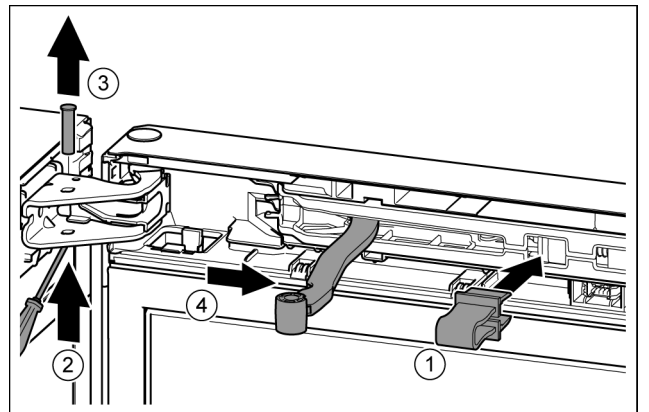

Fig. 10
- ▶ Encaje el seguro en la abertura. *Fig. 10 (1)*
- ▶ Extraiga el perno con el destornillador. *Fig. 10 (2)*
- ▶ Retire el perno hacia arriba. *Fig. 10 (3)*
- ▶ Gire la articulación en dirección de la puerta. *Fig. 10 (4)*